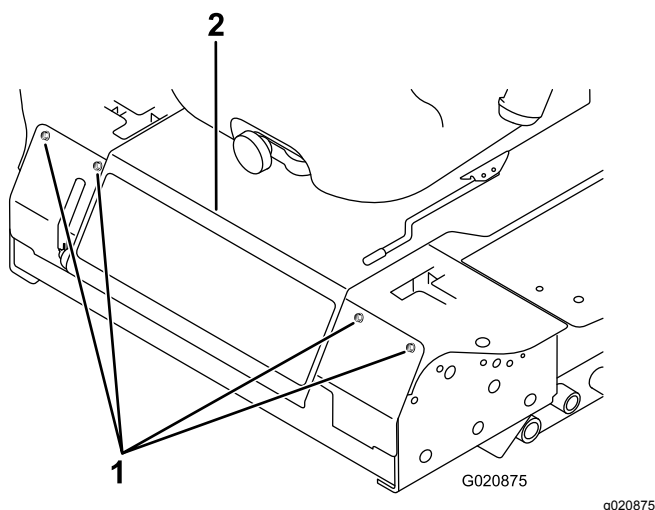

Figure 80
2. Retirez les boulons de fixation du panneau avant et déposez le panneau (Figure 80).